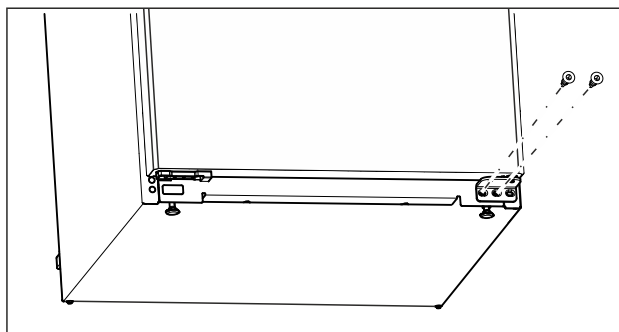

Fig. 14
- Skru ut den midtre skruen med skrutrekkeren Torx 20 på den nedre lagerbukken. (se Fig. 14)
- Skru ut den innvendige skruen med skrutrekkeren Torx 20 på den nedre lagerbukken. (se Fig. 14)